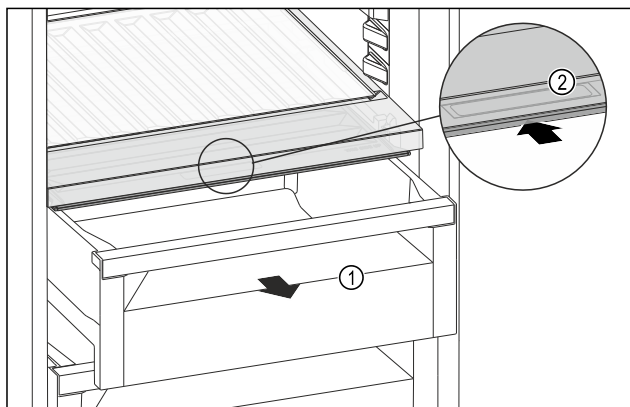

Fig. 172
- ▶ Húzza ki a fiókot Fig. 172 (1).
- ▶ Fogja meg a süllyesztett fogantyút Fig. 172 (2) a rekeszfedélen, és ezzel egy időben tolja hátra a rekeszfedélet.